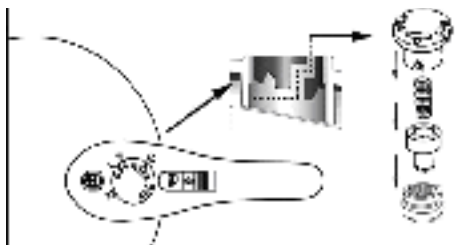

Fig.13
Специальный демонтаж осуществляется следующим образом: (рис.13)
- переключите рабочий клапан в положение « Φ », извлеките его, разберите детали в порядке, показанном на рис.13, затем очистите их;
Клапан рабочего давления: извлеките клапан давления вручную и очистите его (см. Рис.13)